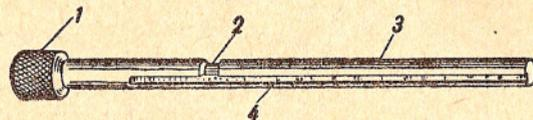

Рис. 6. Шомпол:
**9. Шомпол** (рис. 6) служит для выталкивания стреляных гильз. Он имеет: **головку** с насечкой; **стебель** с продольным и поперечным пазами для зуба шомпольной пружины; **пружину** (рис. 7) для удержания шомпола.